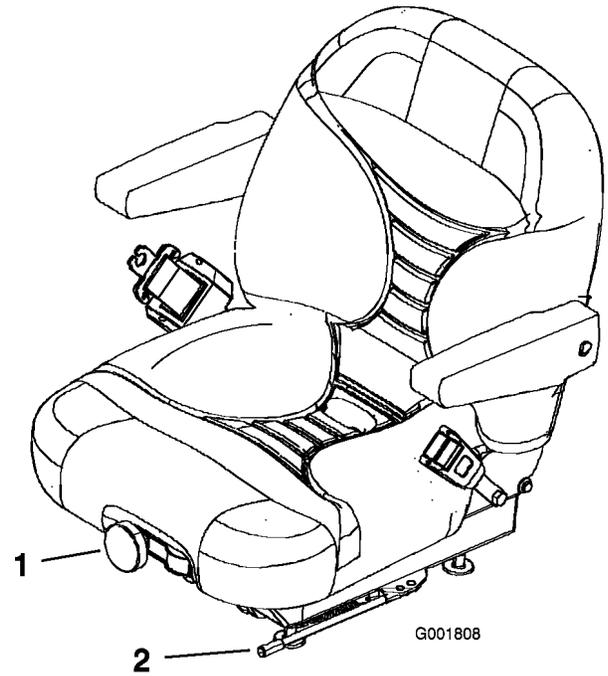

Figure 27
1. Poussez le levier de réglage sur le côté pour débloquer et régler le siège (Figure 27).
Pour ce faire, tournez le bouton avant dans un sens ou dans l'autre pour obtenir la position la plus confortable (Figure 27).